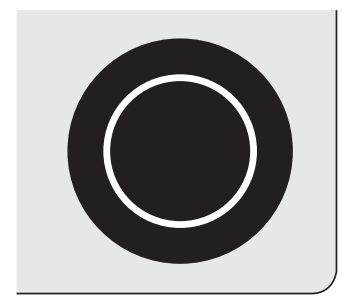

Figure 3
L'appareil possède deux éléments radiants doubles situés à **l'avant à gauche** et à **l'avant à droite** (Figure 1). Des symboles situés autour du bouton de commande indique quelle dimension de l'élément est en marche. Le symbole ● indique que seule la portion interne de l'élément est en marche (Figure 2). Le symbole ◎ indique que les portions interne et externe de l'élément sont en fonction (Figure 3). Vous pouvez passer d'une grandeur à l'autre en tout temps lors de la cuisson.
2. Enfoncez et tournez le bouton de commande vers le symbole de la portion interne (Figure 2) pour utiliser de petits ustensiles ou vers le symbole des portions interne et externe (Figure 3) pour utiliser des ustensiles plus grands. Tournez le bouton de commande pour ajuster le réglage si désiré. Débutez la plupart des cuissons à la position la plus élevée et ensuite continuez la cuisson en réglant le bouton à un réglage plus faible. Chacun des éléments de cuisson produit une chaleur constante à chaque réglage. Si un halo rouge déborde de l'ustensile de cuisson ceci indique que le diamètre de ce dernier est **trop petit** pour l'élément utilisé.